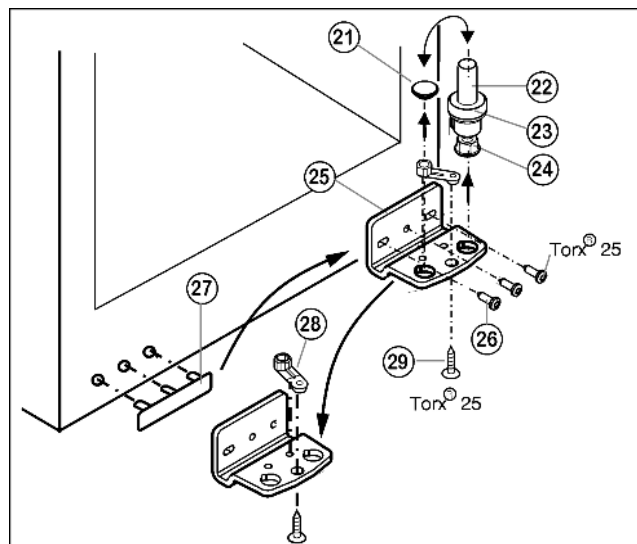

Fig. 6
- ▶ Drag ut lagerbult Fig. 6 (22) komplett, med platta Fig. 6 (23) och justeringsfot Fig. 6 (24), uppåt.
- ▶ Lyft ur pluggar Fig. 6 (21).
- ▶ Skruva bort lagerbocken Fig. 6 (25) Fig. 6 (26).
- ▶ Skruva bort lagerdelen Fig. 6 (28) Fig. 6 (29) och flytta den till motsatta monteringshål på lagerbocken, skruva fast den igen.
- ▶ Lyft täckbrickan på handtagssidan Fig. 6 (27) försiktigt och flytta den till motsatta sidan.
- ▶ Skruva fast lagerbocken igen Fig. 6 (25) eventuellt med en skruvdragare på den nya gångjärnssidan (**med 4 Nm**).
- ▶ Sätt i pluggen Fig. 6 (21) i det andra hålet.
- ▶ Sätt tillbaka lagerbulten Fig. 6 (22) komplett, med platta och justeringsfot. Kontrollera därvid att skåran pekar bakåt.
- ▶ Sätt på dörren på nedre lagerbult Fig. 6 (22).
- ▶ Sätt i övre lagerbock (12) i dörren på den nya gångjärnssidan.
- ▶ Skruva fast övre lagerbock (12) (**med 4 Nm**) (2 gånger Torx® 25) (13). Borra eventuellt upp skruvhålen eller använd skruvdragare.
- ▶ Sätt fast täckbrickan (10) och täckbricka (11) på motsatta sidan.
- ▶ Rikta in dörren med de båda avlånga hålen på nedre lagerbock Fig. 6 (25) i förhållande till skåpet. Skruva därvid ur skruven i mitten.